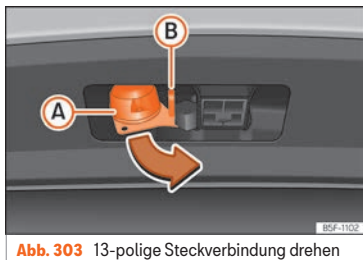

Abb. 303 13-polige Steckverbindung drehen
- Halten Sie die 13-polige Steckverbindung im Bereich (A) und ziehen Sie sie in Pfeilrichtung heraus »» Abb. 303.
- Halten Sie die 13-polige Steckverbindung im Bereich (A) und stecken Sie sie entgegen der Pfeilrichtung ein »» Abb. 303.
Die Sicherheitsöse (B) »» Abb. 303 dient dem Einhängen des Halteseils des Anhängers.